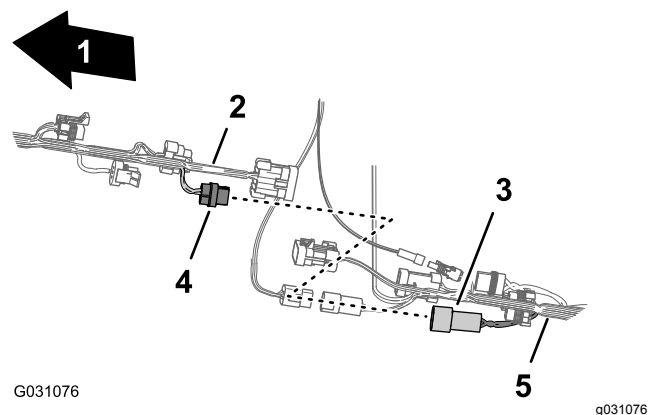

Figura 90
4. Conecte el conector de 2 pines de la bomba de enjuague del arnés delantero al conector hembra de 2 vías de la bomba de enjuague del arnés trasero (Figura 90).